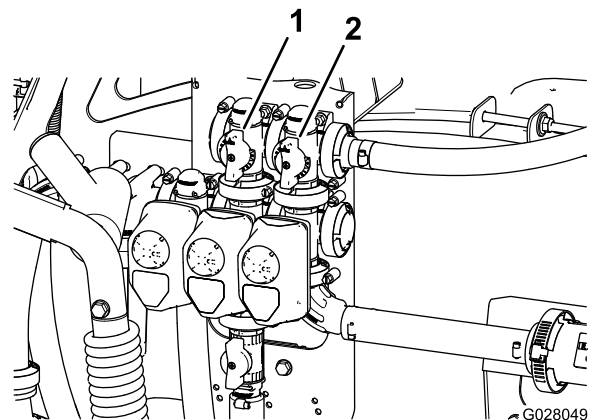

Figure 24
11. Réglez la vanne de dérivation (Figure 24) à l'arrière de la vanne d'agitation jusqu'à ce que la pression indiquée soit 6,9 bar.
9. Déplacez plus ou moins la poignée de dérivation générale des sections de manière à réguler l'agitation à l'intérieur de la cuve (Figure 24).